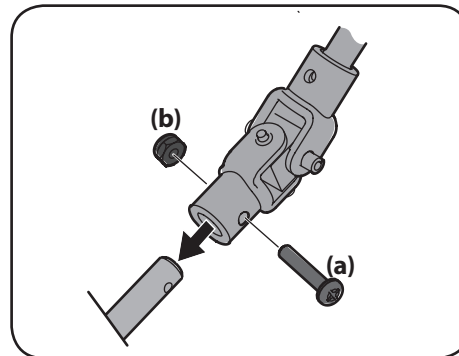

Figure 2-13
3. Enlevez la vis (a) et l'écrou autobloquant hexagonal (b) du joint universel. Voir Figure 2-13.
4. Placez le joint universel sur la tige de commande. Voir Figure 2-13.
5. Fixez le joint universel avec l'écrou autobloquant hexagonal (b) et la vis (a) retirés à l'étape 3. Voir Figure 2-13.